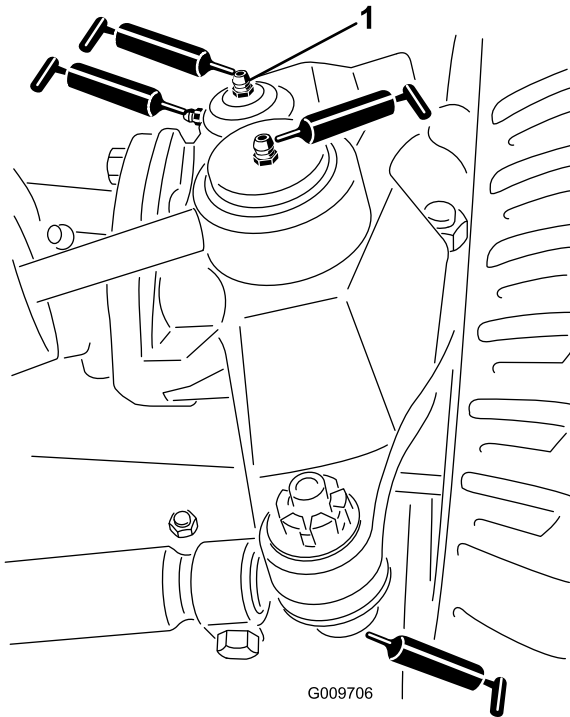

Bild 23
- Lenkzylinder-Kugelgelenke (2) (Bild 23)
- Zugstange-Kugelgelenke (2) (Bild 23)
- Achsschenkelbolzen (2) (Bild 23) **Fetten Sie die obere Armatur am Achsschenkelbolzen nur einmal jährlich (2 Pumpen).**